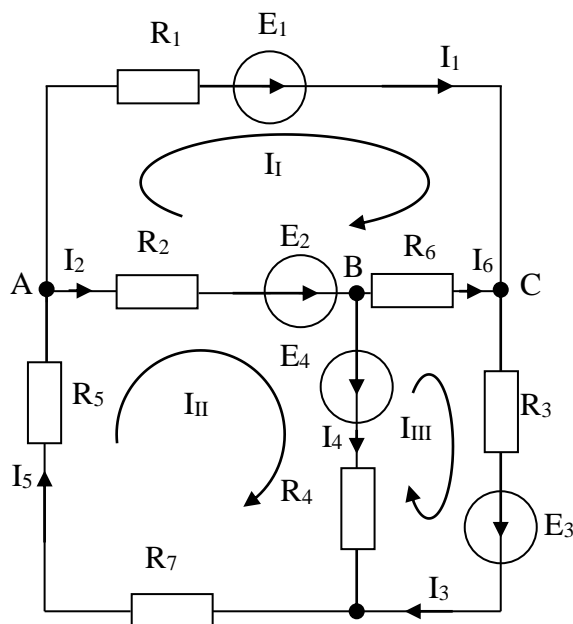

Рисунок 1.2 – Схема для определения токов в ветвях
1. Задать направление токов в ветвях и направление обхода в каждом независимом контуре (рисунок 1.2).